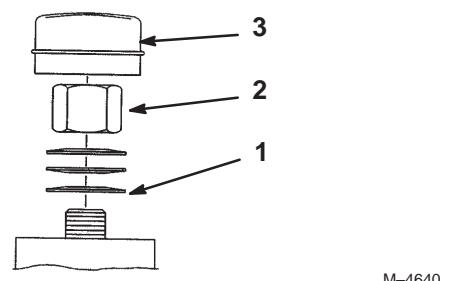

Figure 50
3. Retirez le capuchon anti-poussière de la roue et serrez le contre-écrou (Fig. 50).
4. Continuez de le serrer jusqu'à ce que les rondelles élastiques soient aplatis, puis desserrez-le de 1/4 de tour pour obtenir la précharge correcte des roulements (Fig. 50).
**Important** Veillez à installer les rondelles comme illustré à la Figure 50.